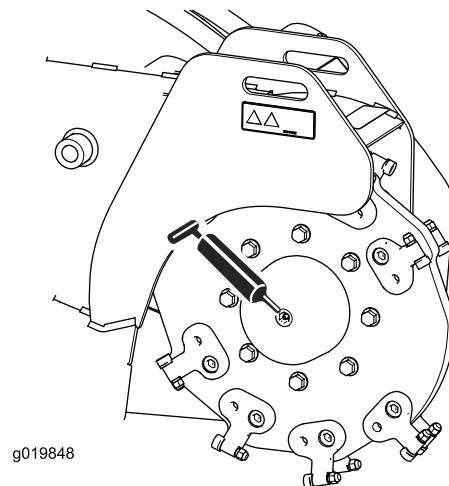

Figure 26
4. Raccordez une pompe à graisse à chaque graisseur (Figure 26 à Figure 28).